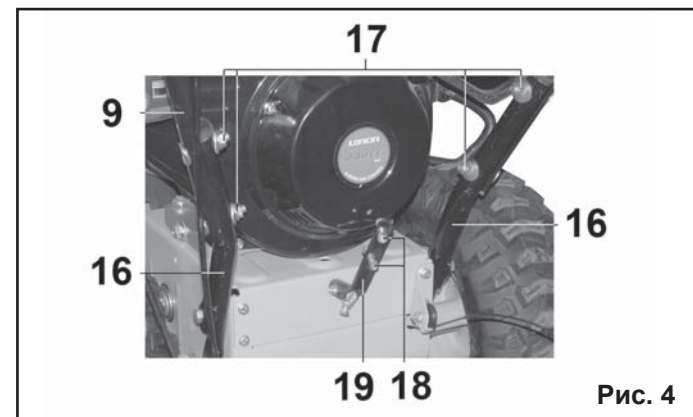

Рис. 4
6.1.2. Установите рукоятку управления (9) на нижние полуручки (16) снегоуборщика, как показано на Рис.4.